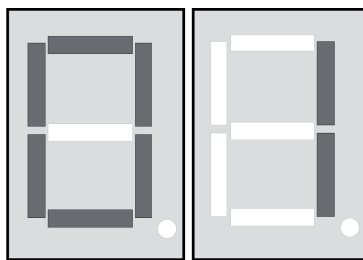

Bild 4: Kanalanzeige leuchtet
- Blockbatterie 9 V an Anschlussclip (8) anschließen.
Die Kanalanzeige (13) leuchtet und zeigt den aktuellen Funkkanal an (Bild 4).
Die Kanalanzeige (13) leuchtet (Bild 4).
- Beide Tasten ▲ und ▼ (12) ca. 5 Sekunden betätigen.
- Beide Tasten ▲ und ▼ (12) ca. 10 Sekunden betätigen.